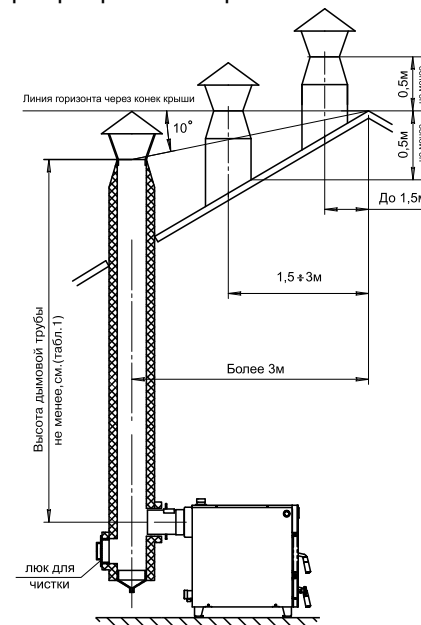

Рис.3 Варианты установки дымовой трубы
6.8. Установка аппарата и монтаж дымовой трубы должны проводиться в соответствие со СНИП 41-01-2003 как показано на рис. 3.